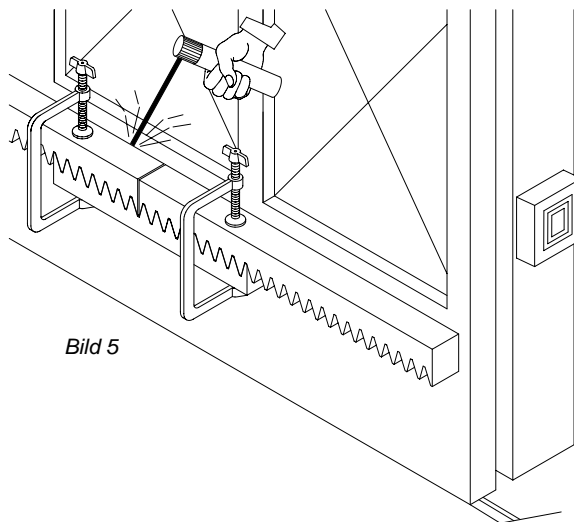

Bild 5
Am Tor ist eine Zahnstange der Größe Modul 4 anzubringen. Bei der benötigten Länge muß außer der lichten Weite auch die Befestigung der Endschalferhaken und die Verzahnungsweite des Ritzels mit berücksichtigt werden. Je nach Zahnstangenmodell wird die Zahnstange an das Tor geschraubt oder geschweißt. Unter Beachtung von Bild 5 folgendermaßen vorgehen.
- an den Verbindungsstellen zweier Zahnstangen ein umgedrehtes Zahnstangenstück unterhalten (Bild 5) um somit die richtige Zahnteilung einzuhalten.